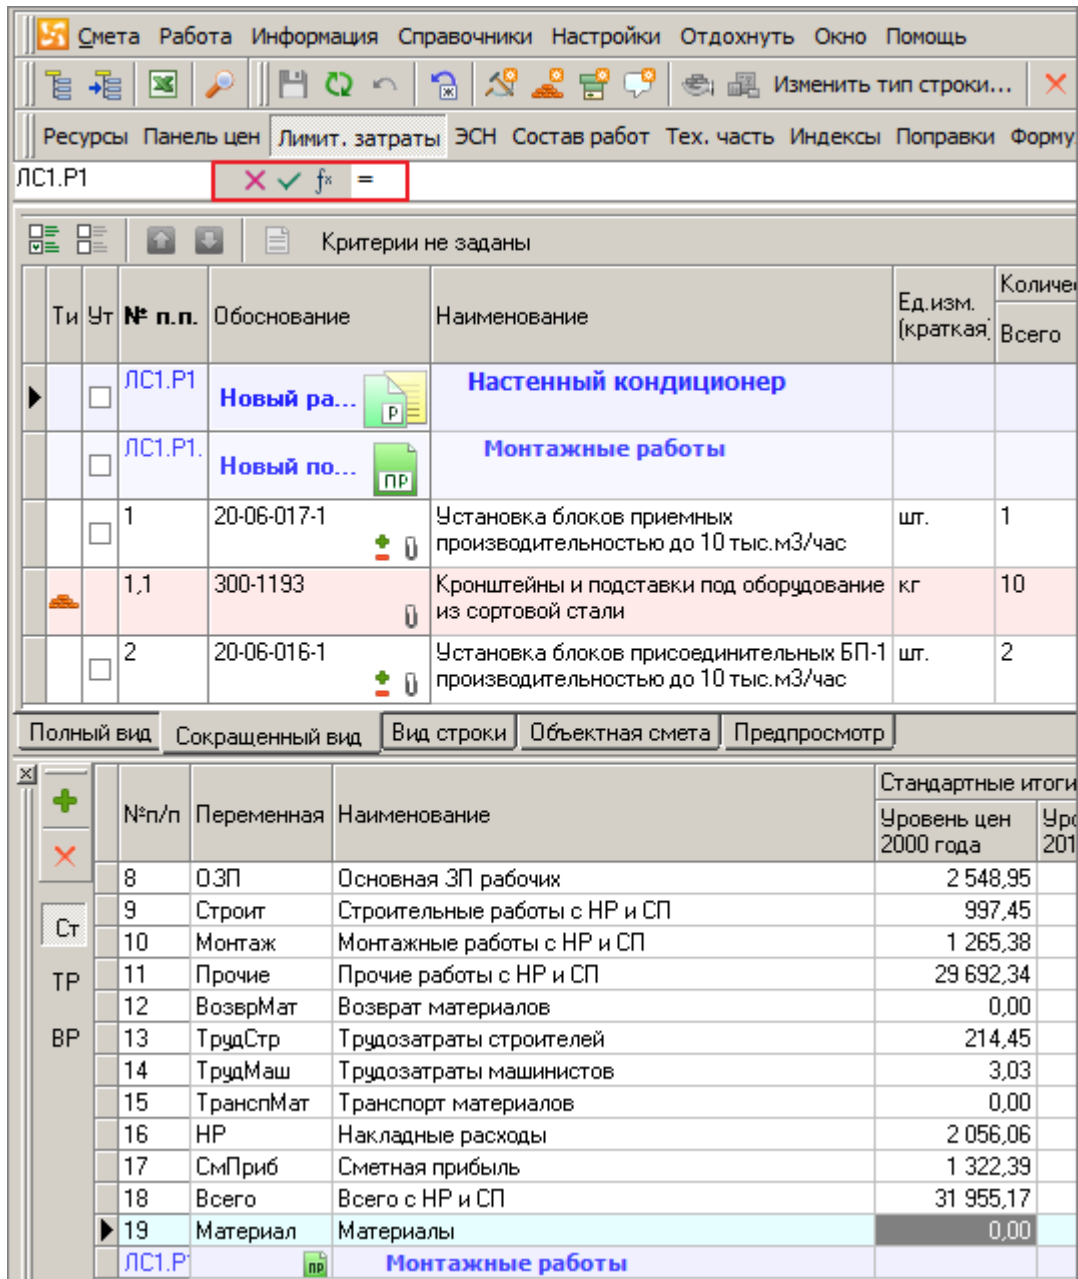

Рис. 1. Запуск мастера формул
2. Переместить фокус ввода на колонку со значением итога (в любом уровне цен) и нажать клавишу $\leftarrow \rightarrow$. Комплекс откроет панель редактирования формул. Для запуска мастера формул необходимо нажать кнопку  - Вставка функции (см. рис. 1).